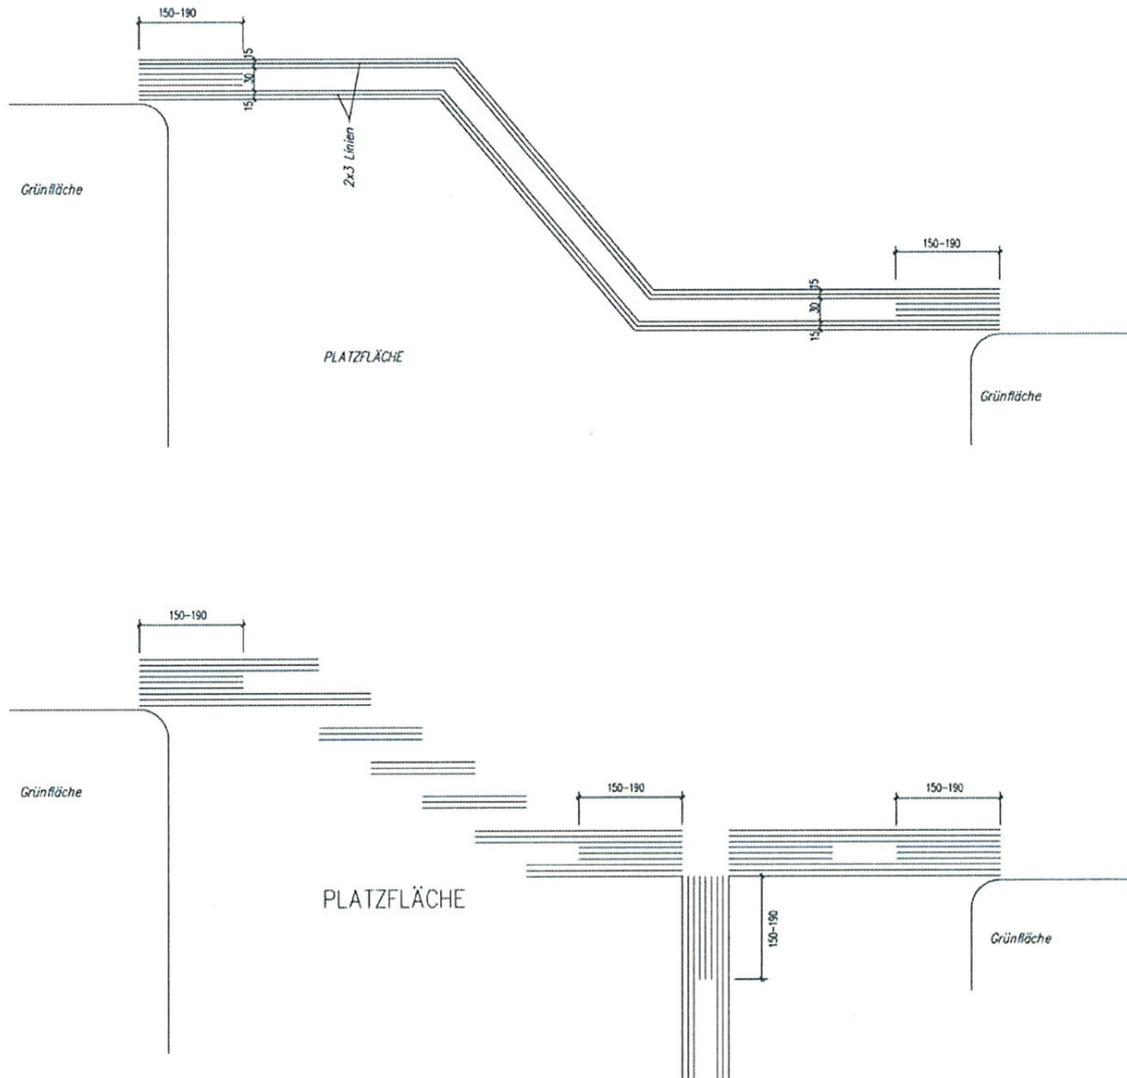

Abbildung 15: Anordnung von taktilen Bodeninformationen auf großen Plätzen
Die Anordnung von taktilen Bodeninformationen auf großen Platzflächen kann sowohl in Längsführung durch Anbringung von TBI-Längsmarkierungen als auch durch versetzte TBI-Parallelmarkierungen erfolgen (s. Abb. 15)“
**[Bildbeschreibung Abb. 15 – Anordnung von taktilen Bodeninformationen auf großen Plätzen (Variante 1 und 2; alle Maße in [cm]):**